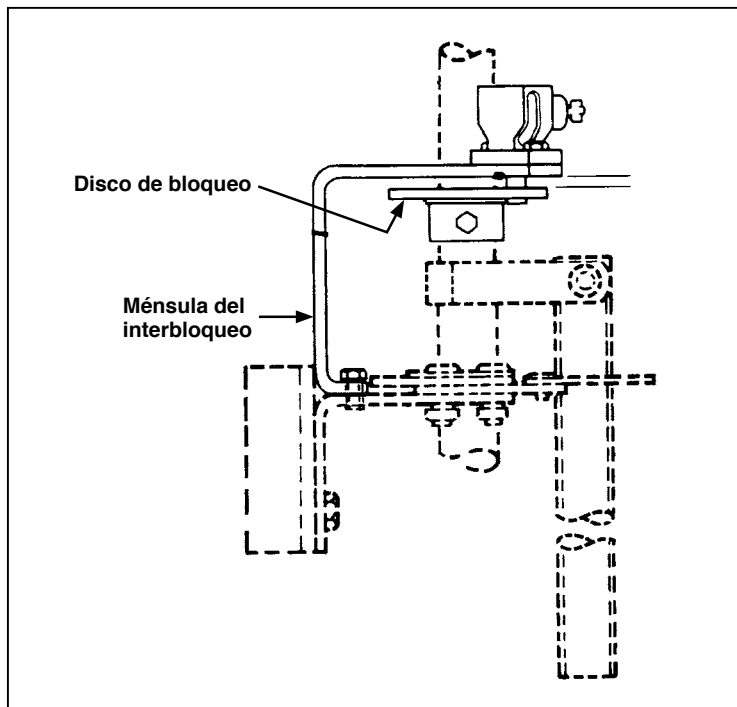

Figura 22. Detalle del grupo del interbloqueo de llave.
- e. Con el interruptor en la posición de cierre, utilice el perno del interbloqueo para posicionar el disco de bloqueo de tal manera que el perno entre en la ranura de la posición de cierre en el disco. (y que entre en la ranura de la posición de apertura cuando el interruptor esté en la posición de apertura). Sostenga el disco de bloqueo a $\frac{3}{8}$ " por debajo de la ménsula de interbloqueo (vea la Figura 22) y hágale barrenos de $\frac{7}{16}$ " a la sección del tubo de operación vertical, utilizando los orificios del disco de bloqueo como guías. Fíjese el disco de bloqueo al tubo, utilizando el tornillo de $\frac{3}{8}$ -16×3, la tuerca y la roldana de seguridad que vienen incluidos.